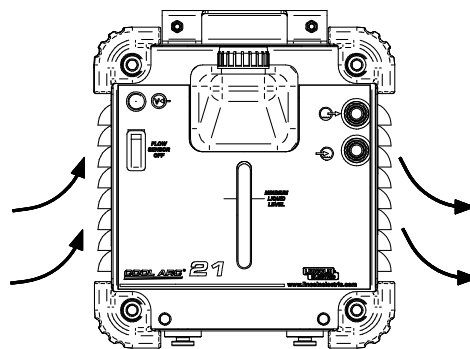

Bild 4.
9. Ventilationsöppningar: För korrekt kyluftcirkulation (bild. 4).